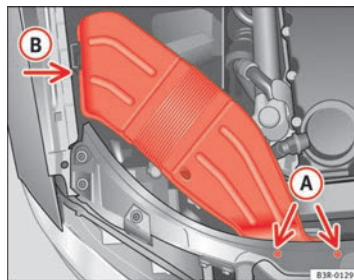

Fig. 216 Convogliatore dell'aria sul lato destro della vettura
- Svitare le viti **A** ⇒ fig. 216.